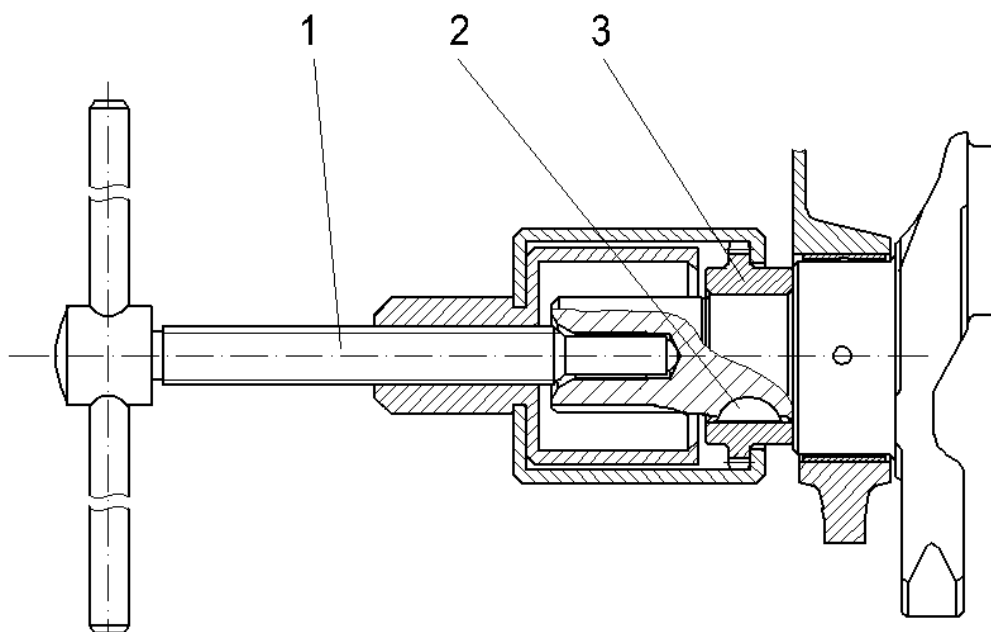

Рис.69. Снятие звездочки коленчатого вала:
- спрессовать звёздочку 3 (рис.69) с переднего конца коленчатого вала с помощью специального съёмника 1, вынуть шпонку 2 звёздочки;